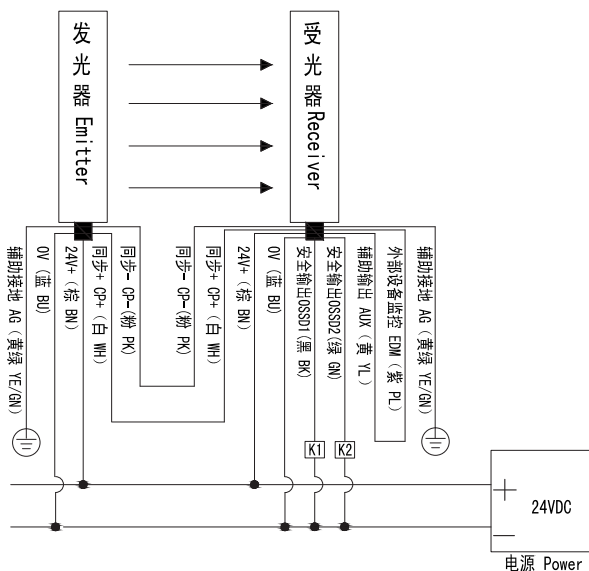
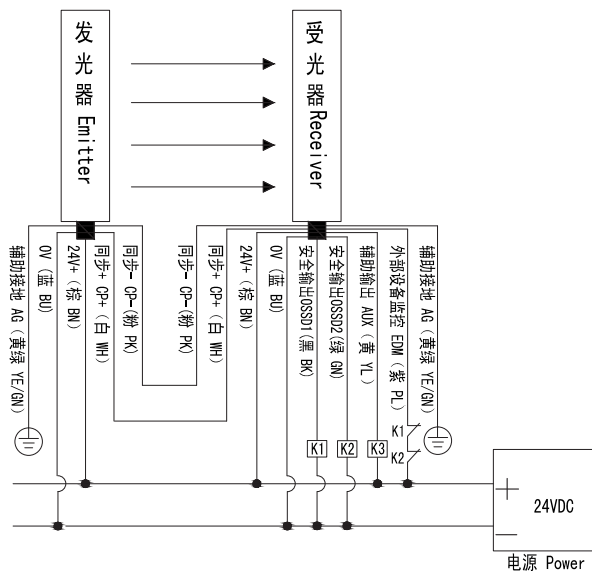

图6-1 不使用EDM功能的ST4系列安全光幕接线图
图6-2 使用EDM功能的ST4系列安全光幕接线图
- ◆ 图 6-1 中 K1、K2，图 6-2 中 K1、K2、K3 为外部设备，应选用具有强制导向结构的继电器或电磁接触器。